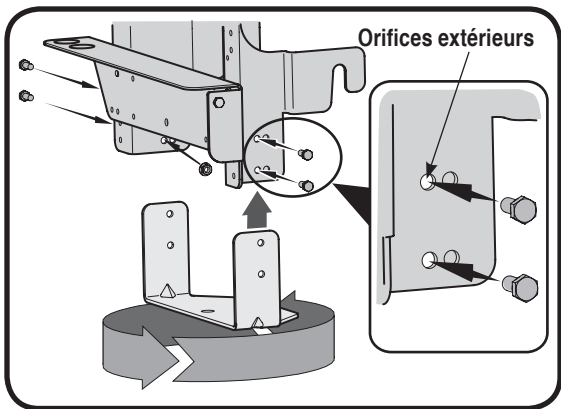

Figure 10
2. Tournez la plaque d'attache à 180° par rapport à sa position d'origine. Revissez les quatre boulons dans le support de fixation et le châssis de la plaque d'attache, en les fixant avec les écrous enlevés précédemment. Utilisez les orifices extérieurs (les plus éloignés des crochets de montage) du support de fixation. Voir la Figure 10.